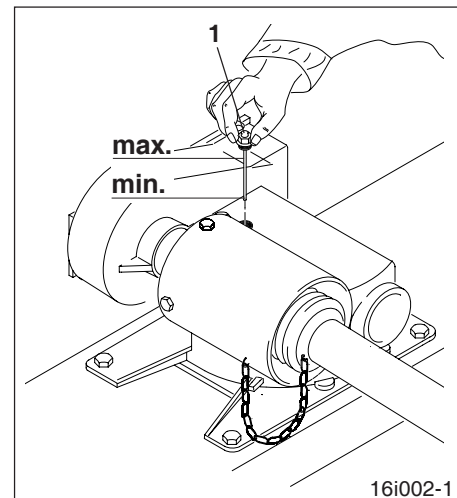

Fig. 9.9
ken. Wenn dabei keine Schmutzpartikel in das Öl gelangen, kann das aufgefangene Getriebeöl nach dem Zahnradwechsel dem Getriebe durch den Öffnungskanal des Ölpeilstabes (Fig. 9.9/1) wieder zugeführt werden.
- Ölstand am Ölpeilstab (Fig. 9.9/1) bei waagrecht stehender Bodenbearbeitungsmaschine kontrollieren. Der Ölfilm muß am Ölpeilstab (Fig. 9.9/1) unterhalb der „max.“ Markierung sichtbar sein. Bei Bedarf Getriebeöl nachfüllen.
- Ölstand am Ölpeilstab (Fig. 9.9/1) bei waagrecht stehender Bodenbearbeitungsmaschine kontrollieren und ggf. Getriebeöl nachfüllen. Der Ölfilm muß am Ölpeilstab (Fig. 9.9/1) unterhalb der „max.“ Markierung sichtbar sein. Die Gesamtölmenge beträgt 4,8 Liter Getriebeöl 85 W 90.